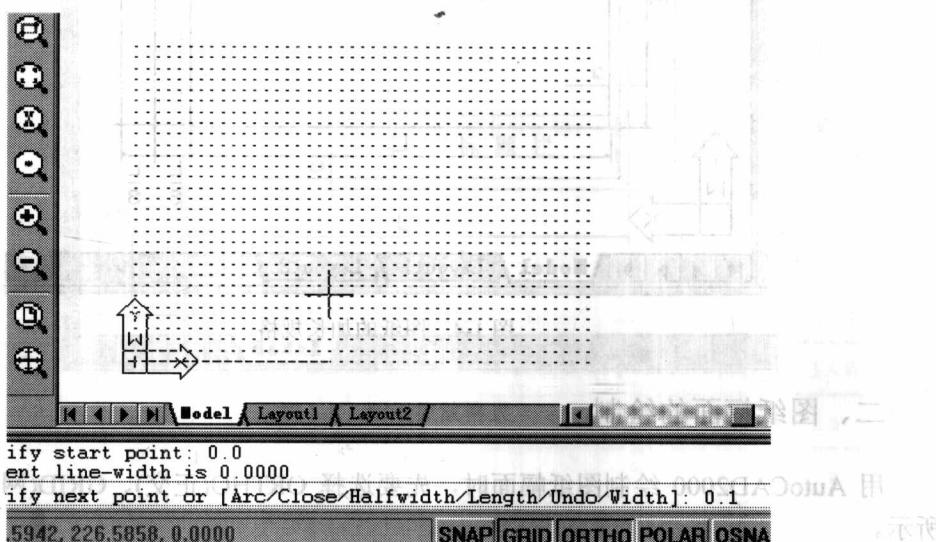
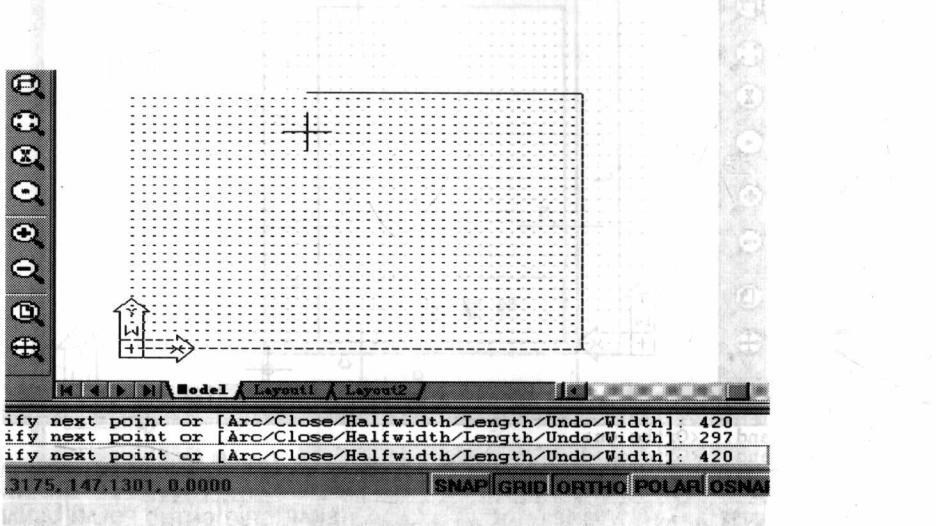
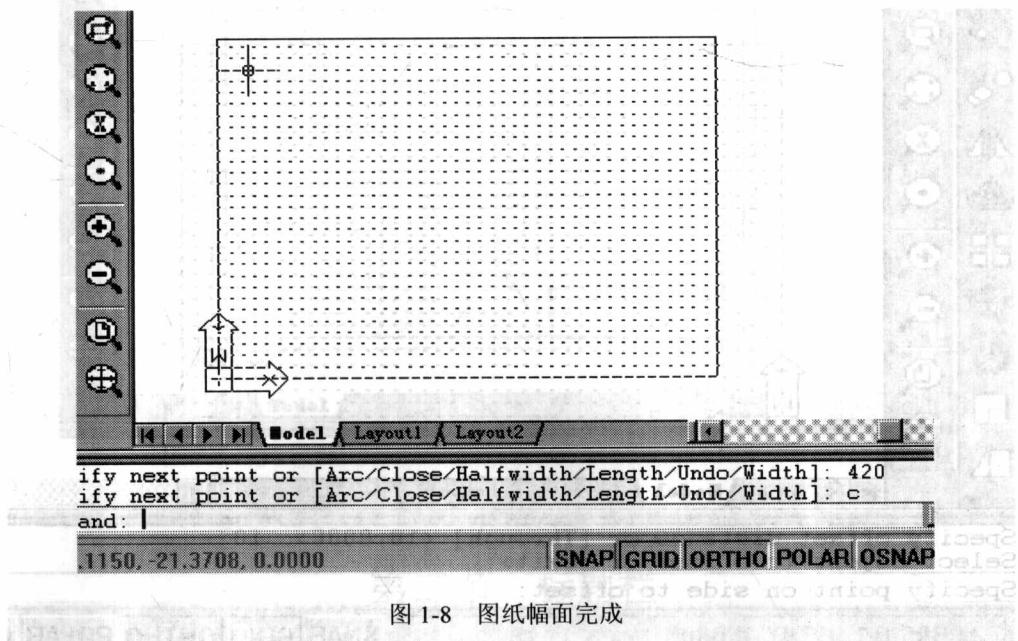

图 1-6 输入幅面第一点坐标
图 1-7 输入幅面第二点距离
图 1-8 图纸幅面完成
- (1) 为了能在画面上看到全部图形，先将显示比例缩小到 0.8。
- (2) 点取命令 Pline(多义线)。
- (3) 用键盘输入第一点的坐标(0,0)，见图 1-6。
- (4) 输入线宽 0.1。
- (5) 将鼠标向右移，输入第二点距离 420。
- (6) 将鼠标向上移，输入距离 297，见图 1-7。
- (7) 将鼠标左移，输入距离 420。
- (8) 输入 c，完成图纸幅面，见图 1-8。